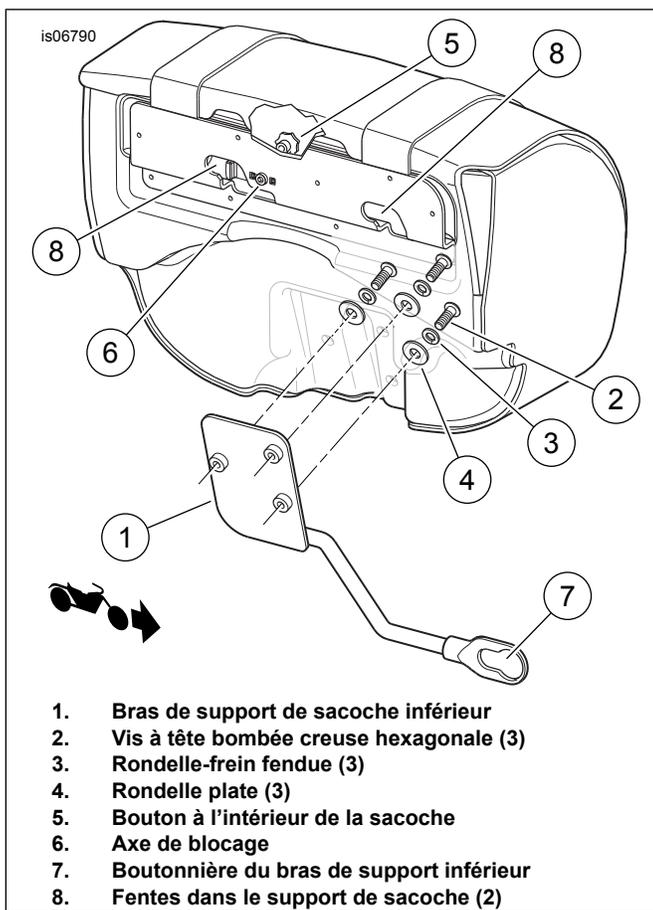

Figure 8. Installation du bras de support inférieur (côté gauche illustré)
1. Voir Figure 8. Placer le bras de support inférieur à l'extérieur de l'arrière de la sacoche. Appliquer quelques gouttes de Loctite 243 (bleu) sur les filets de la vis (2). Installer **sans serrer** le bras de support inférieur (1) sur la sacoche à partir de l'intérieur de la sacoche en utilisant les vis (2), les rondelles-frein (3) et les rondelles plates (4).
2. Voir Figure 8. À partir de l'intérieur de la sacoche, tirer sur le bouton (5) et le tourner. L'axe de blocage (6) ouvre le verrou du support.
3. Avec la sacoche inclinée vers l'avant, pivoter le gros diamètre de l'extrémité boutonnière (7) du bras de support inférieur sur le galet d'ancrage inférieur. Pivoter le corps de la sacoche vers le bas de sorte que les galets d'ancrage extérieurs sur la gaine de goujon glissent dans les fentes (8) du support à l'arrière de la sacoche.
5. Avec la sacoche avancée le plus possible, tourner le bouton de 1/4 de tour. Si la sacoche est installée correctement, le bouton doit s'enfoncer à nouveau. Observer l'arrière de la sacoche et s'assurer que le loquet (6) est en position fermée.
6. Tourner le support (1) de sorte que le galet d'ancrage inférieur soit complètement installé dans le plus petit diamètre du support inférieur. Serrer la vis de montage du support inférieur de repose-pied à un couple de 34–41 N·m (25–30 ft-lbs).
7. Si l'ajustement du support à l'étape 10 fait soulever ou abaisser la sacoche ou le bras de support inférieur, desserrer les trois vis (2) qui attachent le bras de support inférieur à la sacoche et ajuster le bras vers l'avant ou vers l'arrière selon les besoins. Serrer les trois vis de bras de support à un couple de 7–10 N·m (60–90 in-lbs).